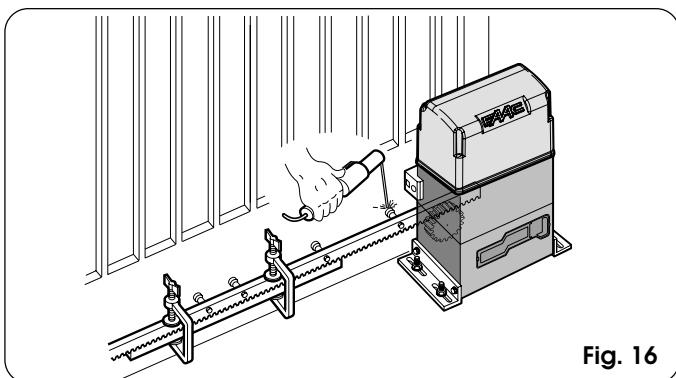

Fig. 16
- 5) Accostare un altro elemento di cremagliera al precedente utilizzando, per mettere in fase la dentatura dei due elementi, un pezzo di cremagliera come indicato in Fig.16.